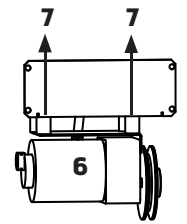

Fig 1B Motor - montert på brakett
- 7 Skru ut skruene som holder motorbraketten fast i gummidemperne på motoren (Fig. 1B)